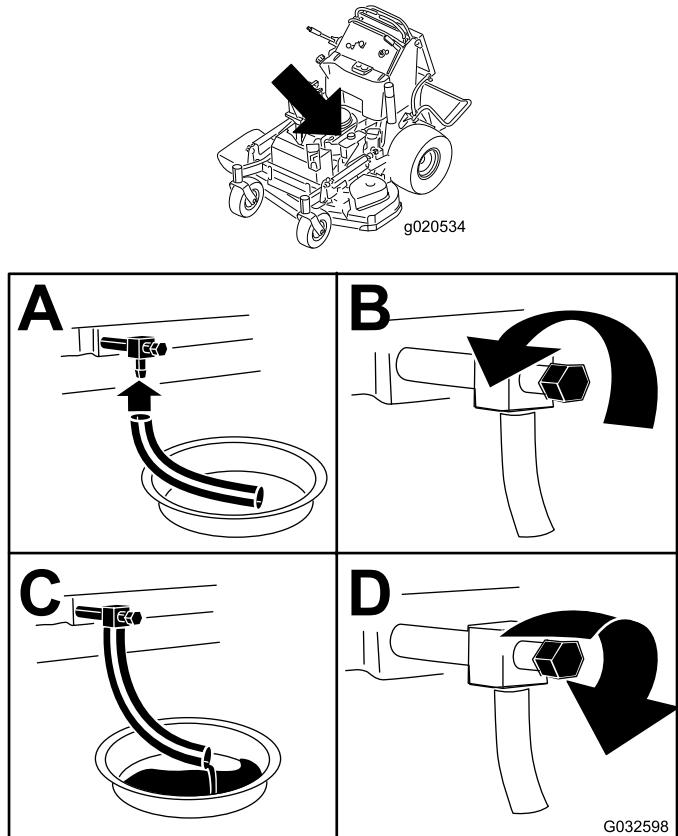

Figura 44
3. Pare el motor, retire la llave y espere a que se detengan todas las piezas en movimiento antes de abandonar el puesto del operador (Figura 44).
4. Cambie el aceite del motor, según se muestra en Figura 44.